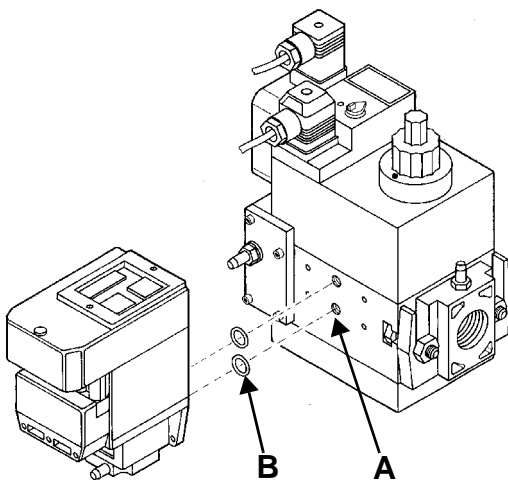
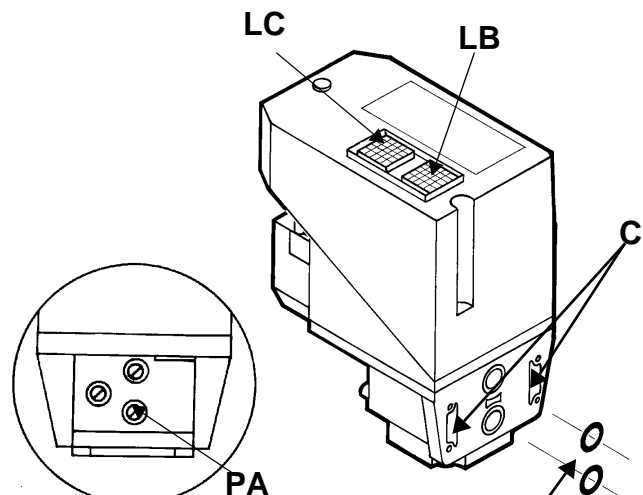

Рис. 21
Рис. 22
- 3). снять крепежные винты группы Multibloc (Рис. 21-A)
- 4). вставить уплотнительные кольца (10,5x2,25) в VPS 504 (Рис. 22-B, Рис. 21-B)
- 5). закрутить 4 винта блока контроля герметичности (M4x16) Рис. 21-C.
Для проверки работы, подсоедините манометр к штуцеру для отбора давления **PA** (Рис. 22). Если проверка завершилась положительно, через несколько секунд загорается жёлтая лампочка **LC**. В противном случае загорается красная лампочка блокировки **LB**. Чтобы перезапустить горелку, необходимо разблокировать блок нажатием на светящуюся кнопку **LB**.